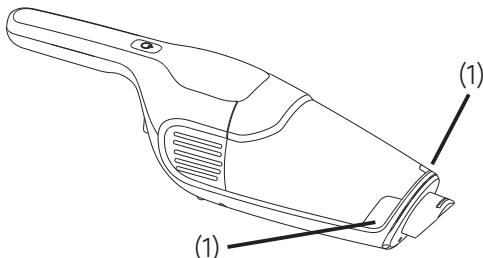

Fig. 6-1
- 1) Ta av tilbehøret på underenheten, og trykk deretter ned venstre og høyre utløserknapp (2) på støvkoppen (1) samtidig for å ta den av underenheten. (Se Fig. 6-1).